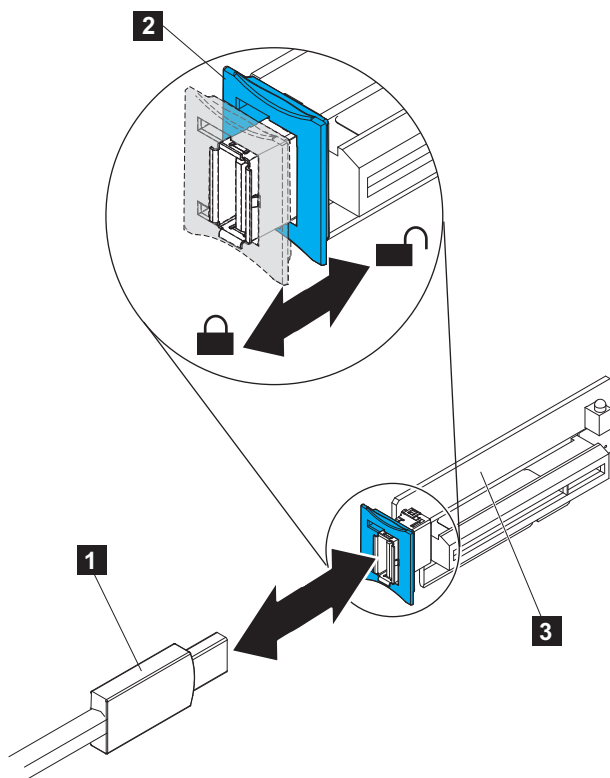

Figura 102. Conector do cabo do controlador de serviço USB na placa riser USB
- c. Segure a barra azul (**2** na Figura 102 na página 131) e deslize-a em direção ao conjunto da placa riser USB (**3**) para a posição destravada e remova o cabo USB (**1**) do conector.
- b. Alinhe a cabo do controlador de serviço USB (**1** na Figura 102) com o conector no conjunto da placa riser USB (**3**) e empurre-o no conector até que ele esteja firmemente posicionado.